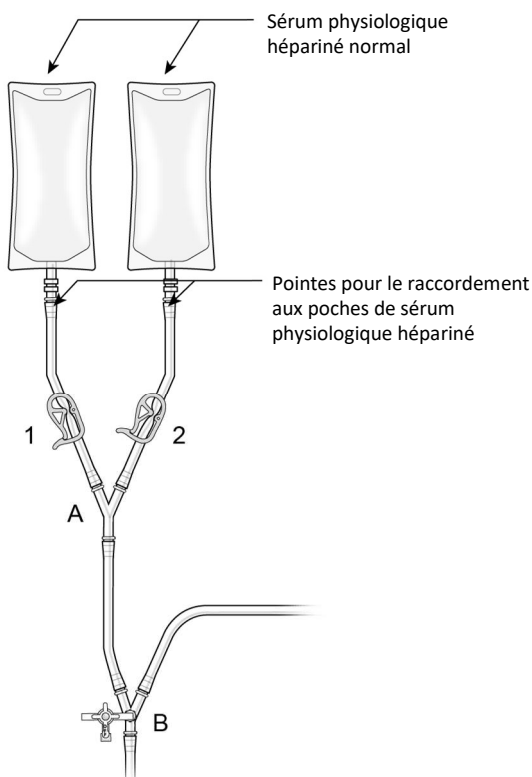

Figure 13
- (I) Accrocher deux poches de sérum physiologique stérile hépariné et les raccorder au circuit à l'aide des pointes, comme indiqué sur la figure 13, pour permettre l'amorçage par gravité des composants du circuit.